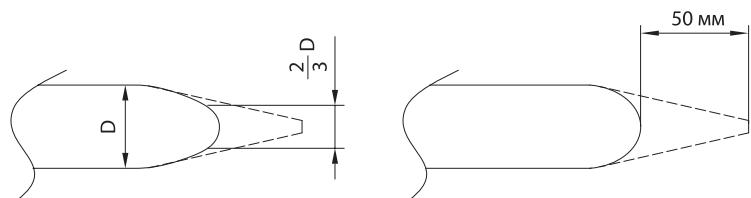

рис. 10
■ Изнашивание наконечника инструмента (рис. 10)
Нормы и типы изнашивания наконечника инструмента изменяются в зависимости от обрабатываемого материала и методов работы. Если диаметр изношенного наконечника долота меньше, чем $\frac{2}{3}$ диаметра тела инструмента, и если наконечник инструмента изношен на 50 мм от наконечника (рис. 10), это считают нормальным изнашиванием инструмента. Следовательно, инструменты, имеющие такое нормальное изнашивание, будут отклонены для замены при гарантийных требованиях.